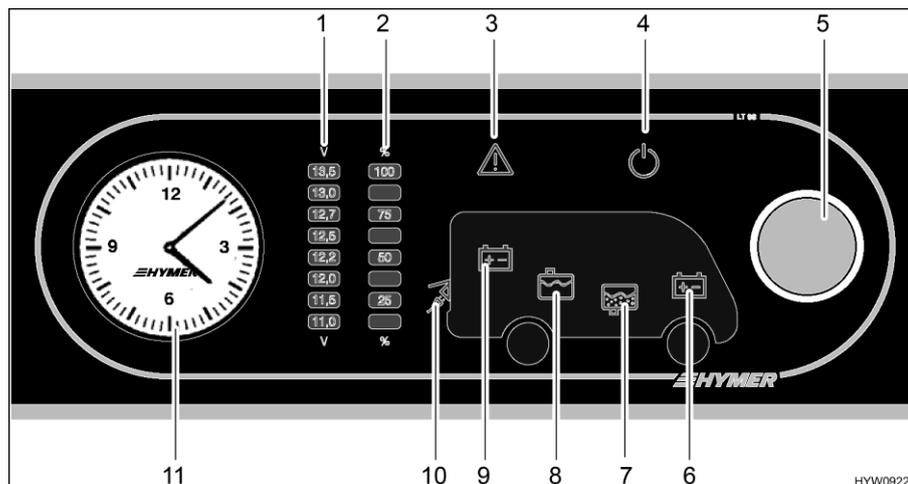

Fig. 146 Panel (LT 98)
El pulsador giratorio (Fig. 146,5) conecta y desconecta el panel y la alimentación de 12 V del habitáculo.
- Presionar el pulsador giratorio (Fig. 146,5): La alimentación de 12 V del habitáculo está conectada. La luz de control de 12 V (Fig. 146,4) se enciende.
- Presionar el pulsador giratorio (Fig. 146,5): La alimentación de 12 V del habitáculo está desconectada. Se apaga la luz de control de 12 V (Fig. 146,4).
A través del pulsador giratorio (Fig. 146,5) se puede consultar tanto la tensión de la batería del habitáculo como la tensión de la batería del motor de arranque. La tensión es indicada en la escala indicadora de la tensión de batería (Fig. 146,1).
- Girar el pulsador giratorio (Fig. 146,5) hasta que esté iluminado el símbolo de la batería para la cual se habrá de consultar la tensión.
Se indica la tensión de la batería del habitáculo (Fig. 146,9)
Se indica la tensión de la batería del motor de arranque (Fig. 146,6)
- Leer la tensión en la escala indicadora Tensión de batería (Fig. 146,1).
A través del pulsador giratorio (Fig. 146,5) se puede consultar tanto el nivel de llenado del depósito de agua como el nivel de llenado del depósito de aguas residuales. El nivel de llenado es indicado en la escala indicadora Nivel de llenado del depósito (Fig. 146,2).
- Girar el pulsador giratorio (Fig. 146,5) hasta que esté iluminado el símbolo del depósito para el cual se habrá de consultar el nivel de llenado.
Se indica el nivel de llenado del depósito de agua (Fig. 146,8)
Se indica el nivel de llenado del depósito de aguas residuales (Fig. 146,7)
- Leer el nivel de llenado la escala indicadora Nivel de llenado del depósito (Fig. 146,2).
La luz de alarma Alarma (Fig. 146,3) parpadeará tan pronto se sobrepase o se quede abajo de valores límite definidos.
La luz de alarma Alarma (Fig. 146,3) parpadeará tan pronto la tensión de la batería quede abajo de 11 V. En caso de que esté conectada la alimentación de 12 V, adicionalmente estará iluminado el símbolo de batería correspondiente (Fig. 146,6 ó 9), y la indicación "11,0" de la escala indicadora Tensión de batería (Fig. 146,1) parpadeará. Amenaza de descarga completa.
Alarma de depósito La luz de alarma Alarma (Fig. 146,3) parpadeará y el símbolo del depósito correspondiente (Fig. 146,7 ó 8) estará iluminado tan pronto esté vacío el depósito de agua o lleno el depósito de aguas residuales.
Se enciende la luz de control de 230 V (Fig. 146,10) cuando hay tensión de red en la entrada del bloque eléctrico.